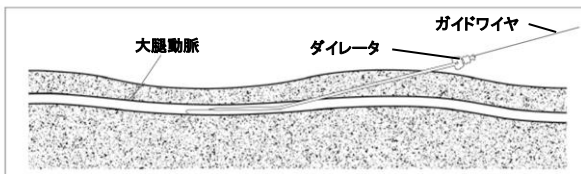

図 2. ダイレーション
(7) 出血を手指で抑えながら、バルーン用ガイドワイヤ（8F の場合、0.81mm(0.032inch)×150cm）を穿刺針の外筒に挿入する	(7) 出血を手指で抑えながら、シース用ガイドワイヤを穿刺針の外筒に挿入する。
(8) ガイドワイヤが胸部大動脈内まで入ったところで、外筒を抜去する。	(8) ガイドワイヤが血管内に十分な長さまで入ったところで、外筒を抜去する。
(9) ガイドワイヤ末端より拡張用ダイレータを挿入し、体表から血管までの組織をダイレーションする。(図 2 参照)	(9) ガイドワイヤ手元側端部よりダイレータをセットしたシースを挿入し、体表に 2cm 程度残るまで血管内に進める。
(10) ガイドワイヤを残したまま、ダイレータを抜去する。手指で皮膚を圧迫し、出血を抑える。	(10) シースのみを残し、ガイドワイヤとダイレータを抜去する。
(11) クランプ等を用いて切開部の皮膚を拡張する。	(11) バルーン用ガイドワイヤ(150cm)をシースに通す。
(12) IAB カテーテルのセントラルルーメン先端にガイドワイヤを挿入する。	(12) ガイドワイヤを胸部大動脈内まで進める。IAB カテーテルのセントラルルーメン先端にガイドワ